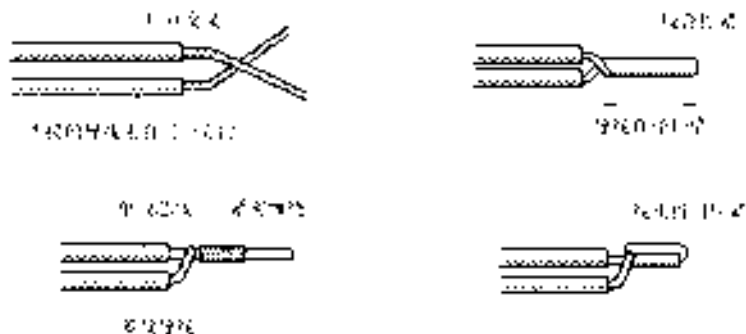

图 4-36 连接图例
3) 单股导线对多股导线的连接, 可将多股导线的芯线紧密缠绕在单股导线的芯线上, 然后将单股芯线的线头折回压紧即可。连接图例如图 4-36 所示。